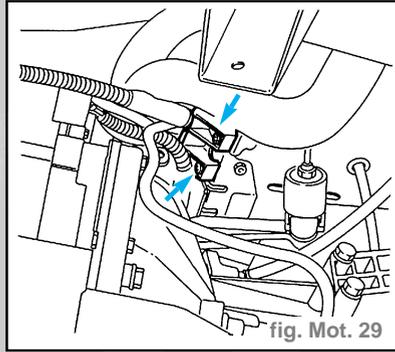

fig. Mot. 29
- Installer le véhicule sur le pont élévateur et dévisser les écrous de fixation inférieurs (fig. Mot. 29).